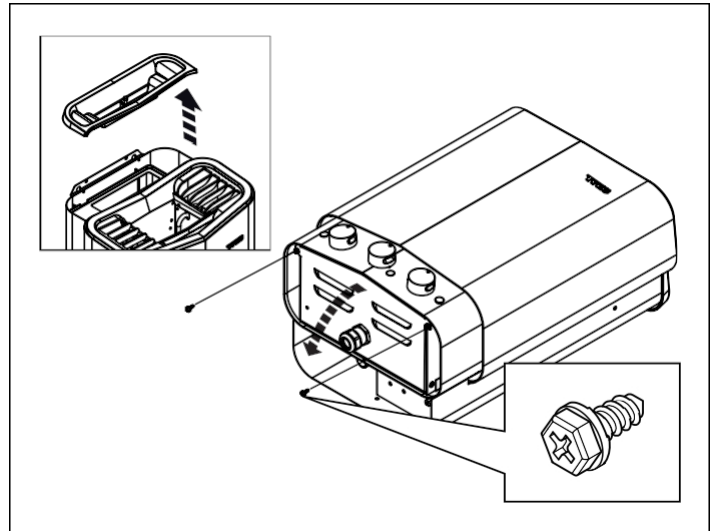

Figura 5: Apertura/chiusura del coperchio
1. Rimuovere il coperchio del serbatoio dell'acqua e appoggiare il riscaldatore con la parte anteriore rivolta verso l'alto (vedere Figura 5).
2. Svitare le viti e aprire il coperchio (vedere Figura 5).
4. Chiudere il coperchio e serrare le viti (vedere Figura 5).